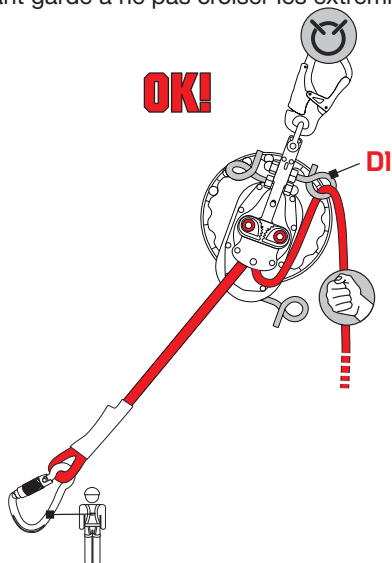
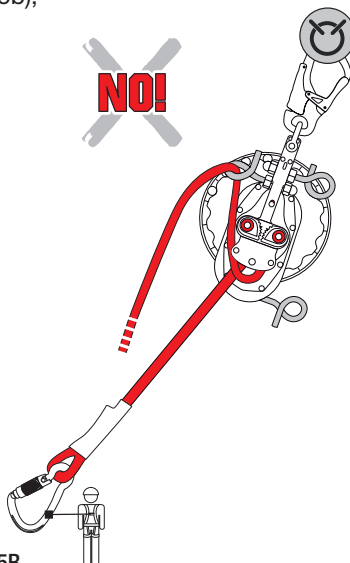

Fig.5A
Fig.5B
- introduire la corde libre dans l'œillet en « queue de cochon » (D1) et la retenir (fig. 5a), en prenant garde à ne pas croiser les extrémités (fig. 5b),